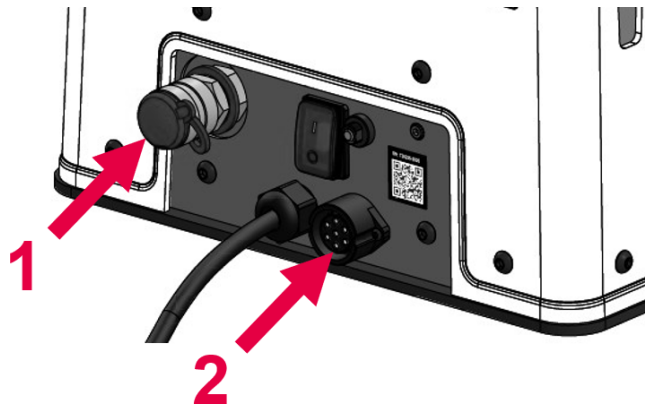

Abb. 5: Anschlüsse Elektrohydraulikpumpe AHP-C
- Für die Verwendung von Werkzeugen, bei denen die Bedienung über das angeschlossene Werkzeug erfolgt, schließen Sie das Anschlussschlauchset an die 7-polige Buchse und den Hydraulikanschluss (Abb. 5) der Elektrohydraulikpumpe an.
- Schließen Sie den Fußschalter mit dem Adapter direkt an die Elektrohydraulikpumpe (Abb. 5, Pos. 2) und die Hydraulikleitung an die Schnellverschlusskupplung (Abb. 5, Pos. 1) an.